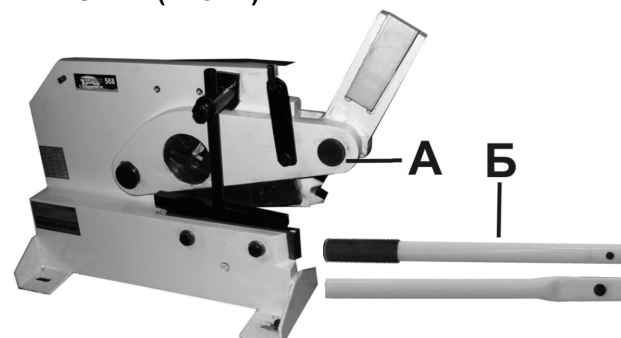

Рис. 1
**3. КОМПЛЕКТНОСТЬ (Рис. 1.)**